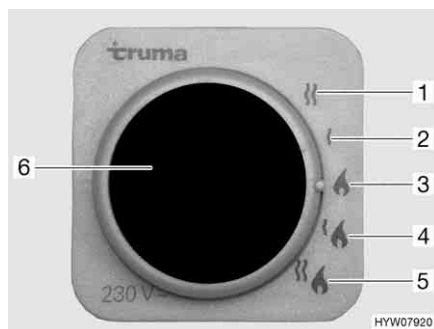

Fig. 114 Selettore di energia per riscaldamento/boiler
- Funzionamento a gas (Fig. 114,3)
- Funzionamento elettrico a 230 V con gradi di potenza da 900 W (Fig. 114,2) oppure 1800 W (Fig. 114,1)
- Funzionamento a gas e funzionamento elettrico a 230 V (funzionamento misto) con gradi di potenza da 900 W (Fig. 114,4) oppure 1800 W (Fig. 114,5)
Se viene selezionato il funzionamento elettrico a 230 V, la spia gialla di controllo si accende (Fig. 114,6).